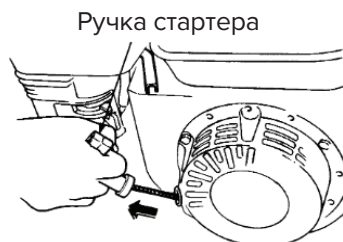

Рис. 12. Ручка стартера
6. Возьмитесь за ручку стартера (см. рис. 12) и медленно потяните ее. Сопротивление становится максимальным в определенном положении, соответствующем точке сжатия. Резко и плавно потяните рукоятку стартера для запуска.